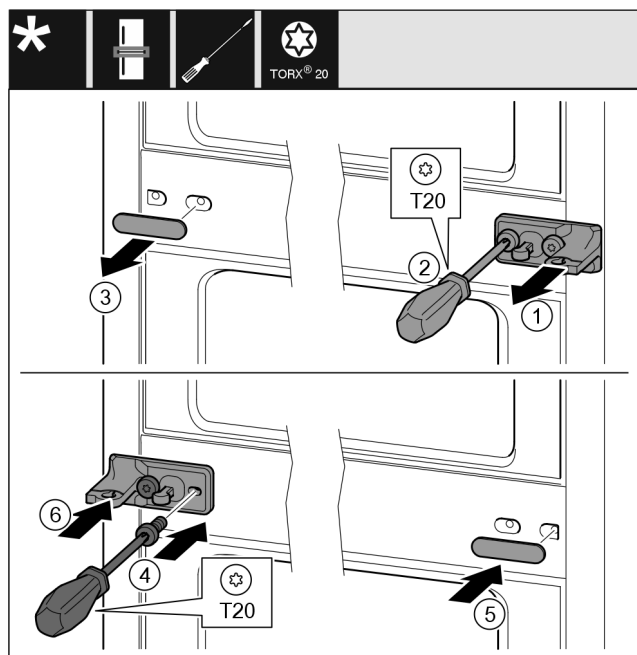

Fig. 33
- ▶ Snemite šipo. Fig. 33 (1)
- ▶ Izvijte vijake z izvijačem T20. Fig. 33 (2)
- ▶ Previdno snemite pokrov. Fig. 33 (3)
- ▶ Ležajni podstavek s folijo, obrnjen za 180°, na drugi strani trdno privijte. Fig. 33 (4)
- ▶ Pokrov, obrnjen za 180°, namestite na drugi strani. Fig. 33 (5)
- ▶ Šipo potisnite gor od spredaj. Fig. 33 (6)